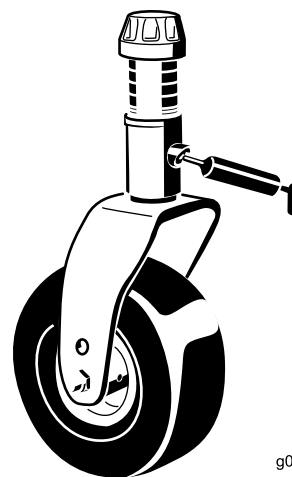

Figura 61
- Dois casquilhos de eixo da forquilha da roda giratória (Figura 61)